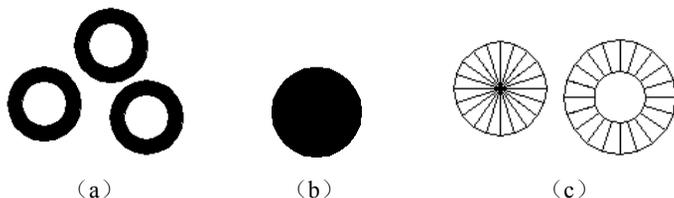

图 2-34 绘制圆环
按 Enter 键、Backspace 键或右击，结束命令，如图 2-34（a）所示。
- （1）若指定内径为 0，则画出实心填充圆，如图 2-34（b）所示。
输入模式 [开(ON)/关(OFF)] <开>：（选择“开(ON)”选项表示填充，选择“关(OFF)”选项表示不填充，如图 2-34（c）所示）